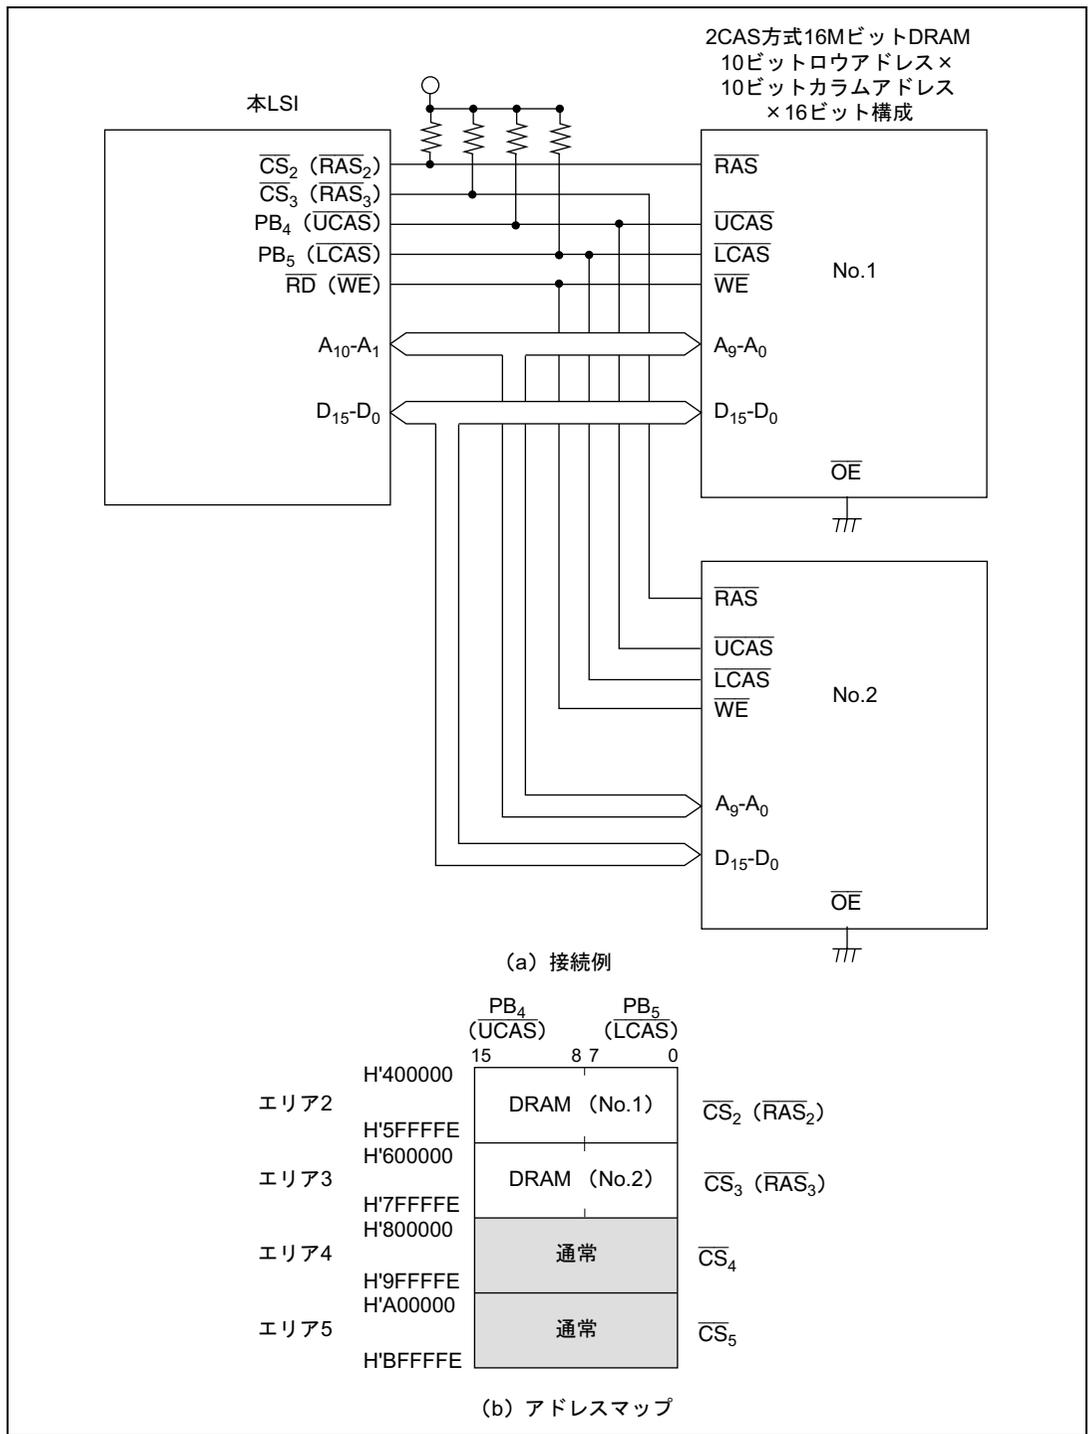

図 6.31 ×16ビット構成(2CAS方式)の16MビットDRAMの接続例とアドレスマップ
- (1) 図6.31に×16ビット構成 (2CAS方式) の16MビットDRAMを2個使用する場合の接続例とそのアドレスマップを示します。本例では10ビットロウアドレス×10ビットカラムアドレスのタイプのものを使用しています。エリア2～5をDRAM空間に設定することにより最大4個のDRAMを接続できます。